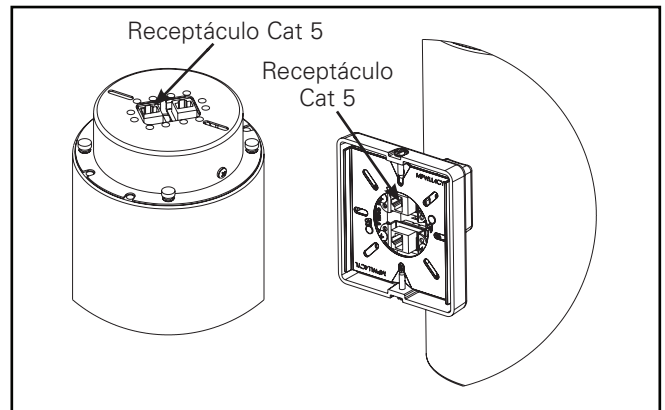

Figura 8.
1. Ubique los receptáculos Cat 5. Para los cilindros montados en el cielorraso, los receptáculos estarán en la parte superior del cilindro, y los cilindros montados en la pared tendrán los receptáculos en el brazo de montaje en la pared (Figura 8).